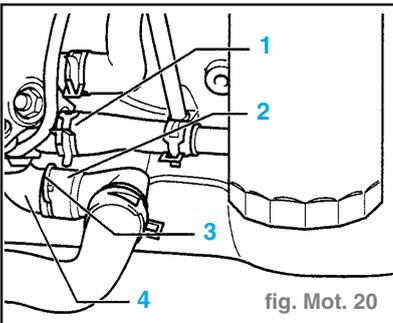

fig. Mot. 20
- Extraire l'agrafe de retenue -3-, retirer l'ajustage de raccord -2- du flasque de régulateur de liquide de refroidissement -4- et débrancher la durit -1- ou dévisser le flasque du régulateur de liquide de refroidissement -4-. (fig. Mot. 20)